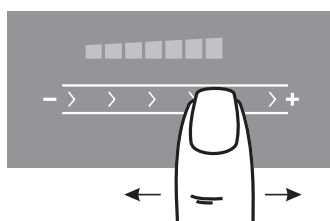

Рис.13
2. Выбор необходимого уровня мощности производится перемещением пальца по специальной поверхности ④ - «скользящая кнопка» (рис. 13). Когда уровень мощности меняется, звучит сигнал, а в окне выбранной конфорки отображается мощность от «0» до «9» и «Р». «Р» - максимальная мощность (от англ. booster - «усилитель»)
1. Работавшую конфорку касанием зоны ② перевести в режим управления.
2. Перемещая палец по поверхности ④ - «скользящая кнопка» измените режим нагрева конфорки (рис. 13).